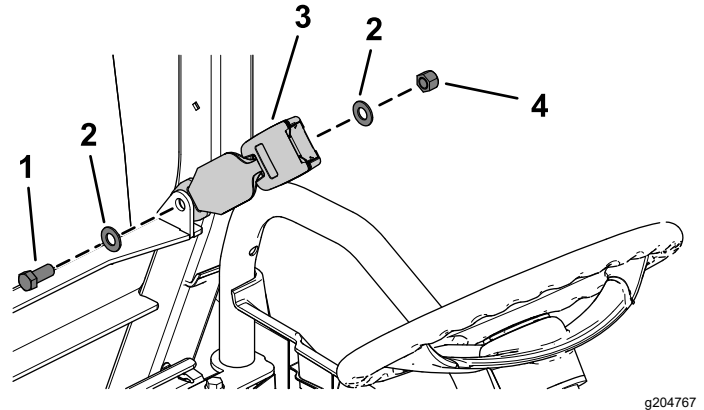

Figure 27
- Fixez un verrou de siège à l'aide d'un boulon à tête hexagonale (7/16" x 1"), de 2 rondelles plates (7/16") et d'un contre-écrou (7/16"), comme montré à la Figure 27.